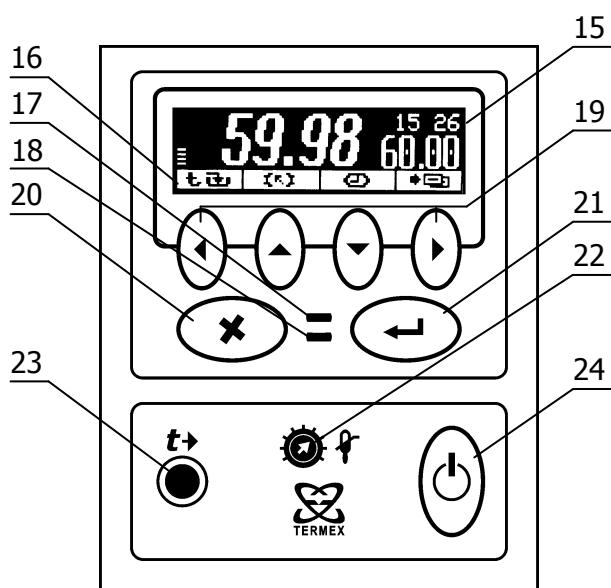

Рисунок 2 – Лицевая панель
Система безопасности блока регулирования отключает двигатель насоса и нагреватель при срабатывании хотя бы одной из защит или неисправности управляющего датчика (1.2.15). При срабатывании системы безопасности раздается звуковой сигнал, загорается индикатор 17 (рисунок 2) и на дисплей 15 выводится информация о причине неисправности.
2.3.1 После подключения сетевого кабеля к электрической сети блок регулирования переходит в режим ожидания. Подключение сопровождается кратковременной подсветкой дисплея 15 (рисунок 2).
2.3.6 Для регулировки яркости подсветки или контраста дисплея нажать кнопку 20 (X), выбрать изменяемый параметр кнопками (▲) и (▼) и установить его значение кнопками (◀) и (▶). Зафиксировать изменение нажатием кнопки 21 (↔) (рисунок 2).
сти дисплея. Для подтверждения выбора отмеченной уставки нажать кнопку 21 (↔). Для отмены выбора нажать кнопку 20 (✗) (рисунок 2).
2.5.7 Для изменения численного значения отмеченной указателем уставки нажать кнопку (►). На рамке, обрамляющей значение уставки в правой части дисплея, появятся “засечки”, указывающие на изменяемую позицию в численном значении. Цифра в отмеченной позиции мигает. Нажатиями кнопок (▲) и (▼) установить требуемую цифру в отмеченной позиции. Если удерживать кнопку нажатой, значение уставки будет изменяться непрерывно. Нажатиями кнопок (◀) и (▶) переместить отметку изменяемой позиции. Дискретность изменения значения уставки зависит от положения изменяемой позиции: если отмечена позиция десятков, то при единичном нажатии кнопки (▲) или (▼) значение уставки изменится на 10 °C. Если отмечена позиция десятых долей, то значение уставки изменится на 0.1 °C соответственно. Закончить ввод нового значения уставки нажатием кнопки 21 (↔). Для возврата к значению уставки до ее изменения нажать кнопку 20 (✗) (рисунок 2).
2.6.3 При срабатывании защиты раздается звуковой сигнал и загорается красный индикатор срабатывания системы безопасности 17 (рисунок 2). Работа насоса и нагревателя будет блокирована. На дисплее отобразится текущее состояние системы защиты.
2.6.5 После устранения причины срабатывания защиты или ее отключения кнопкой (►) индикатор 17 (рисунок 2) погаснет. Перевести блок регулирования в рабочий режим нажатием кнопки 21 (↔).